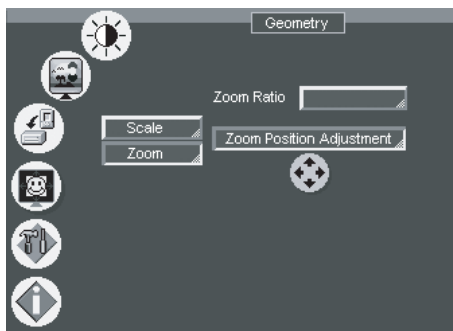

Рис. 23. Экранное меню установки положения участка увеличения
- Через экранное меню, как показано на рис. 23².